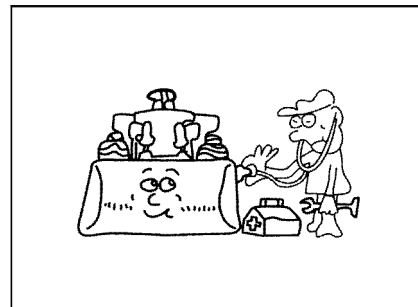

Рис.1–26
- Перед и после эксплуатации следует точно проводить разные проверки, например: проверить все защитные устройства на нахождение ли в безопасном состоянии; проверить шины на отсутствие износа, давление в шинах на нормальность. Течь масла, течь воды, деформация, ослабление и ненормальные звуки являются скрытой опасностью возникновения дефектов и серьезной аварии, поэтому следует регулярно проверять(рис. 1–26)..